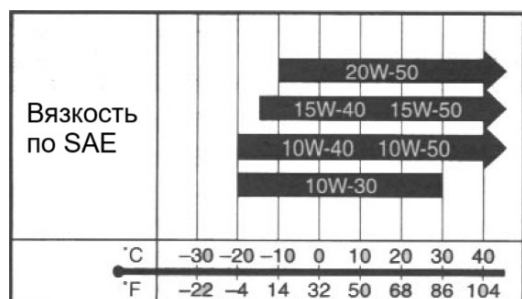

Рис. 18 Выбор вязкости
[Подбор] (Рис.18)
- вязкость по SAE согласно диаграмме на рис. 18.
6.3. Выбор и замена свечей зажигания (Рис.18)